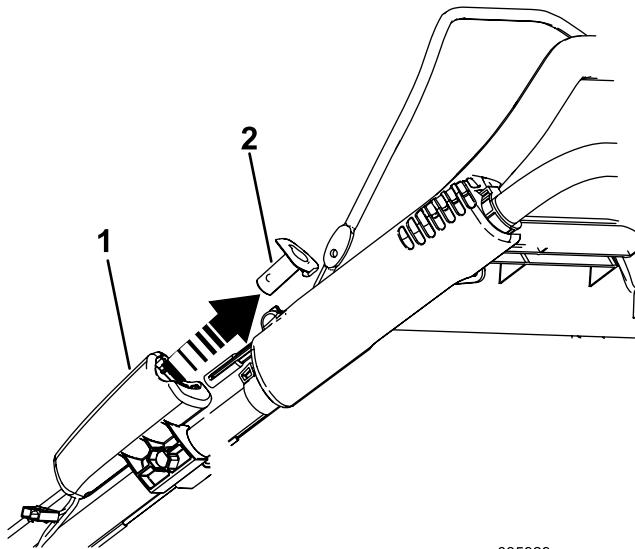

Рисунок 26
1. Извлеките кнопку электрического стартера (Рисунок 26).